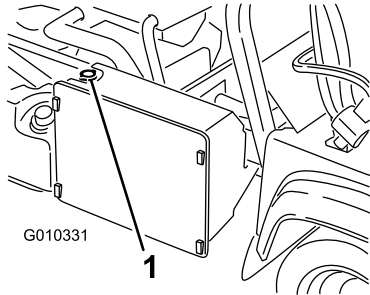

图52
7. 完成向散热器加注，然后安装盖子（图52）。
3. 拆下散热器盖（图52）。